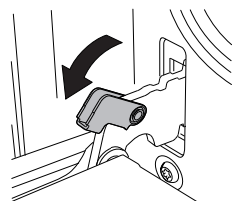

Figure 1
1. Ouvrir entièrement la porte, soulever les taquets positionnés sur les charnières vers l'arrière (Figure 1).